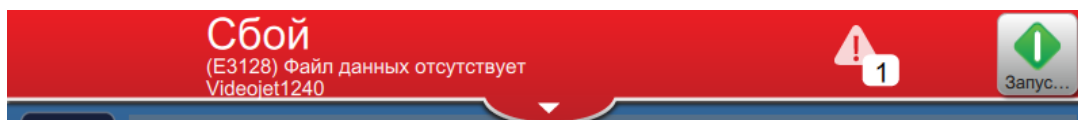

Рис. 8-6: Выбор сбоя
1. Нажмите кнопку  в строке сообщений, чтобы посмотреть список неочищенных сбоев (Рис. 8-6).